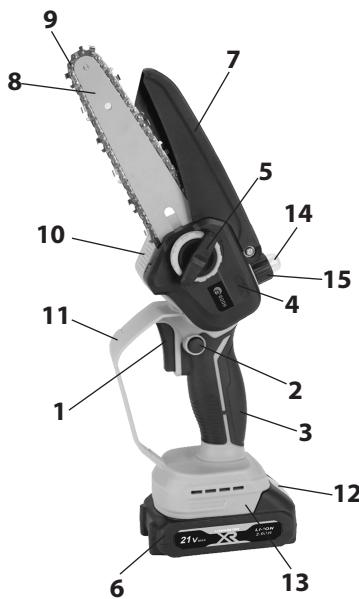

рис.1
6. Общий вид пилы представлен на рис. 1